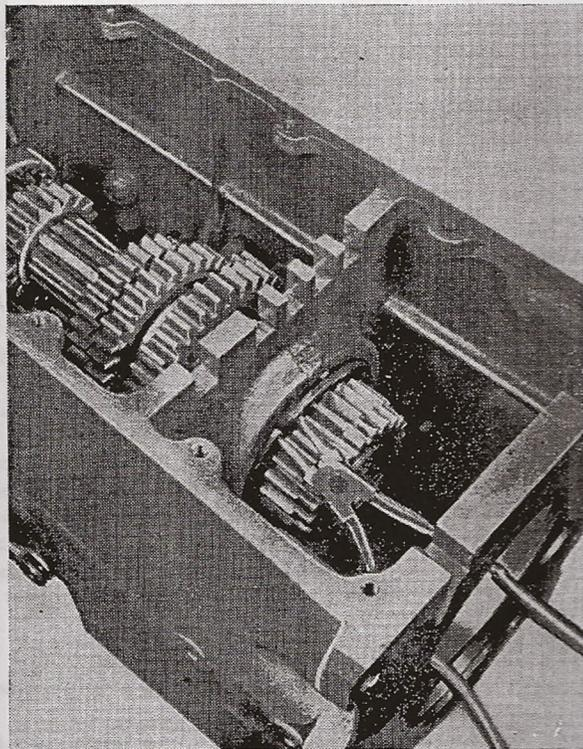

Fig. 119
1. Déposer l'anneau de retenue de la troisième cloison intérieure de la boîte de vitesses (fig. 119).